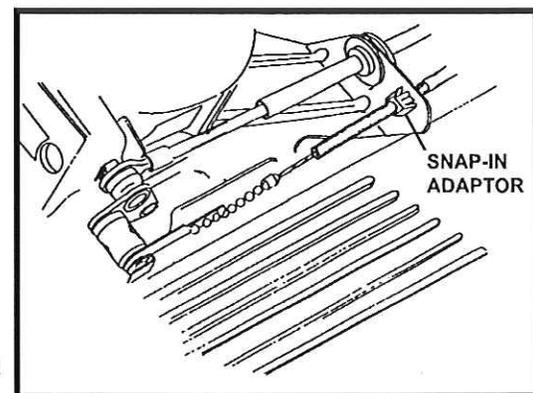

Figure 23
*GM™* vehicles). **Figure 23**